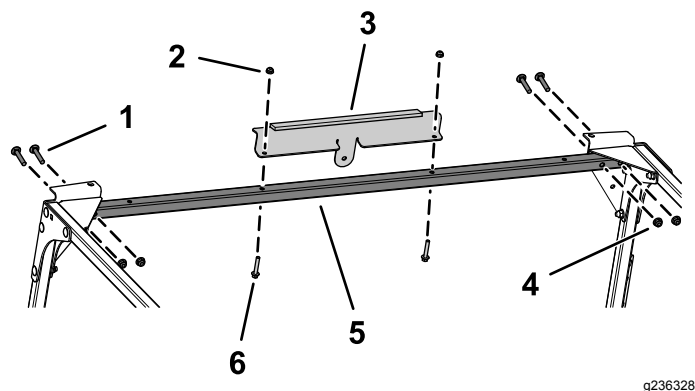

Bild 11
10. Befestigen Sie die vordere Querverbindung lose mit vier Schlosssschrauben (5/16" x 1 3/4") und vier Bundmutter (5/16") an den vorderen Platten und den Eckenverstärkungen, wie in **Bild 11** abgebildet.
11. Befestigen Sie die vordere Stütze mit zwei Sechskantschrauben mit Flansch (1/4" x 1 1/2") und zwei Bundmutter (1/4") an der vorderen Querverbindung, wie in **Bild 11** abgebildet.